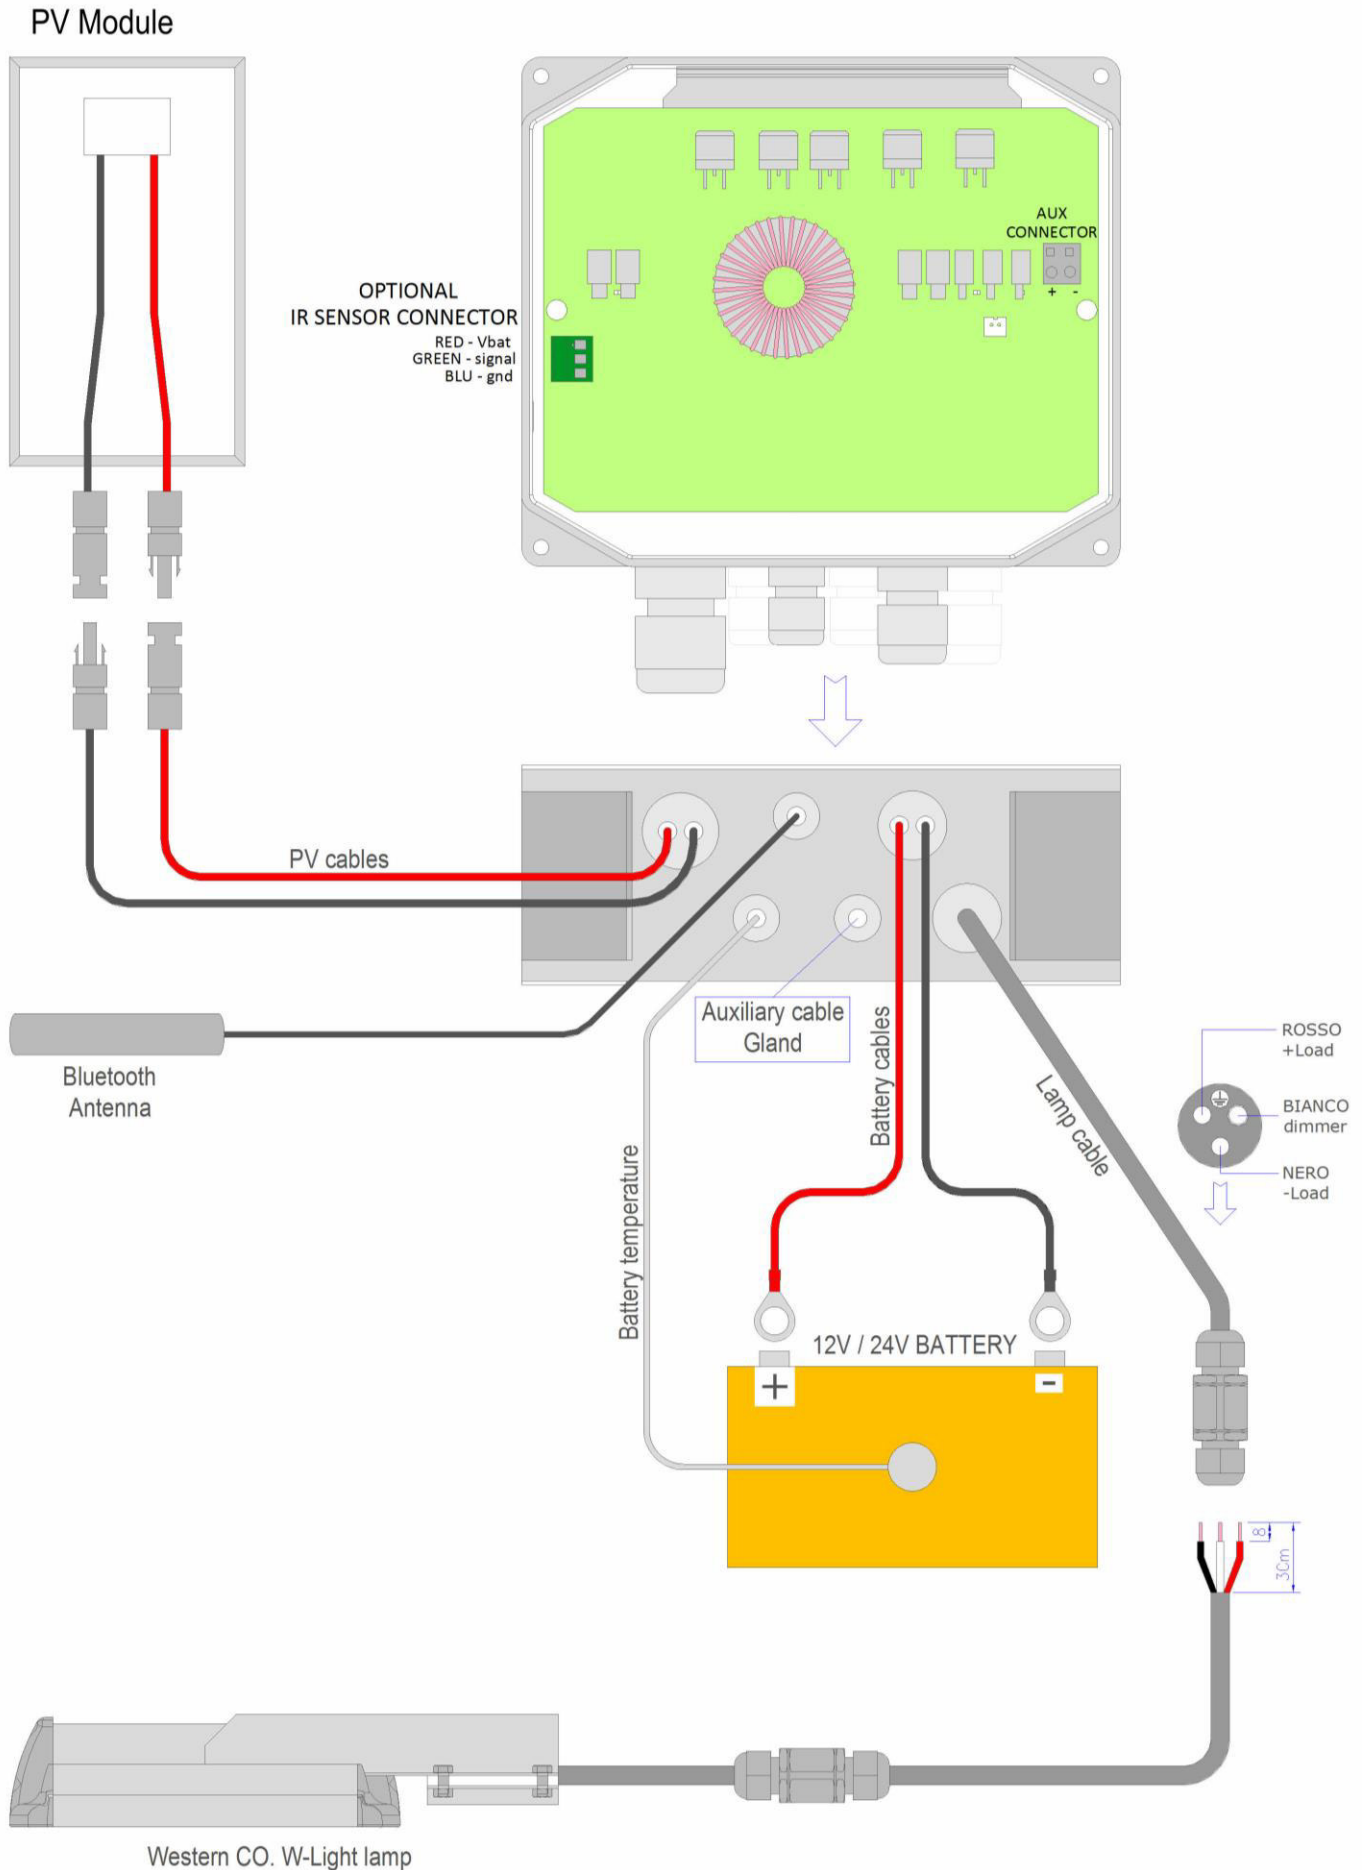

Fig.1 - Schema di collegamento
2) Collegare nell'ordine: la lampada, il modulo PV e per ultima la batteria come indicato in Fig.1. Appena si collega la batteria il regolatore di carica inizia a funzionare secondo i parametri di funzionamento impostati di fabbrica. Sarà responsabilità dell'installatore impostare i corretti parametri di funzionamento adeguati al tipo di batteria installato.